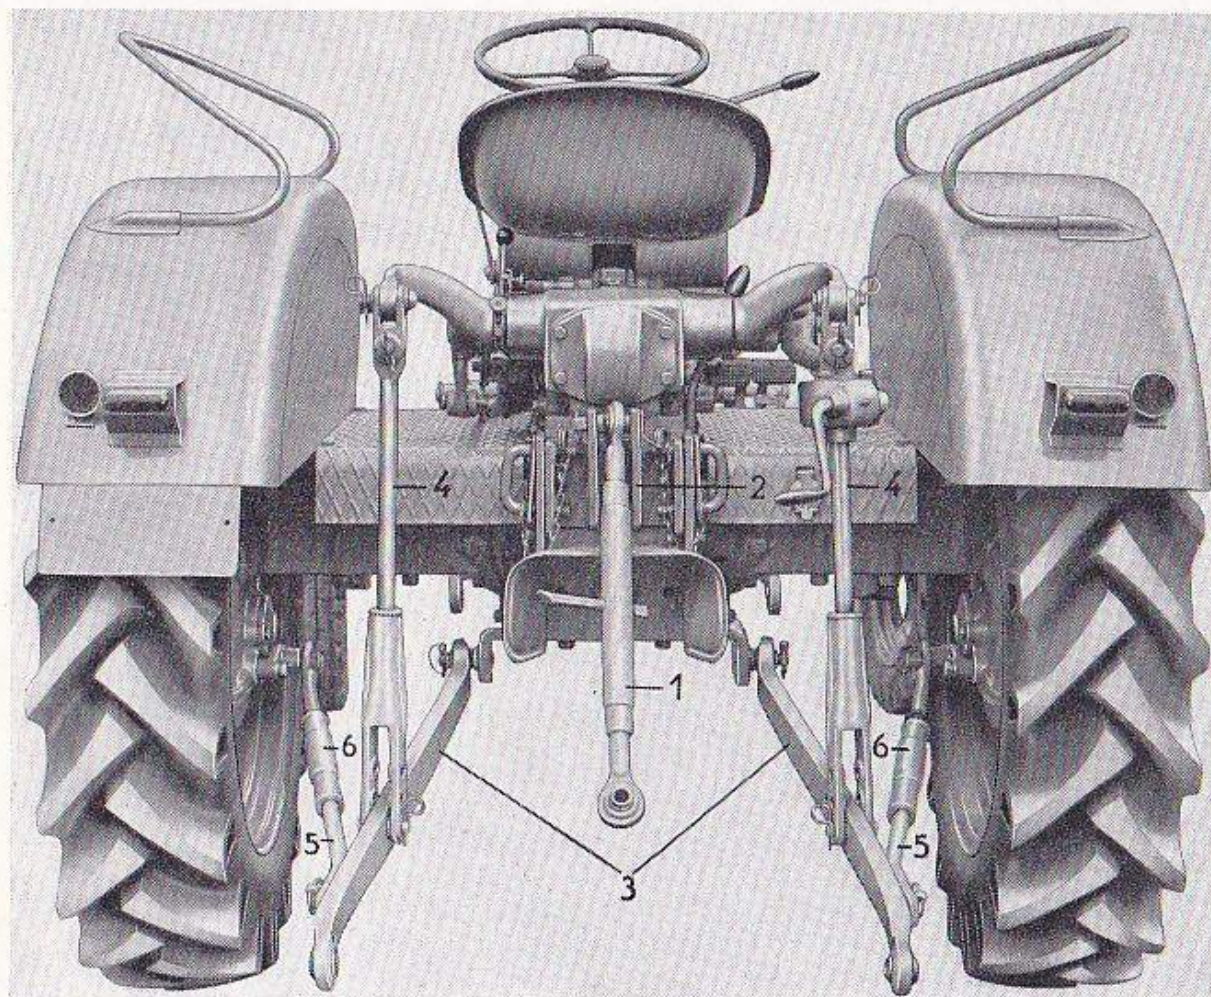

Bild 24
Bezeichnung (Bild 24):
4. Seitenbeweglichkeit der Ackerschleife mittels Führungsstück 6 (Bild 24) der Stützstrebe 5 durch Rechtsdrehen bis an die Anschläge blockieren.